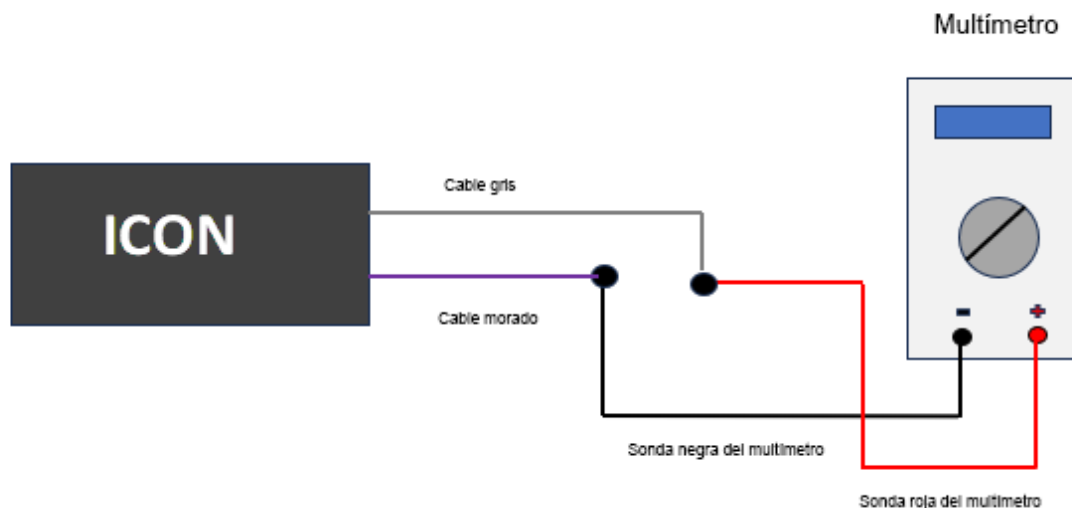

Fig.5 Diagrama de conexión
2. Monte el circuito de conexión de acuerdo con la «Fig. 5 Diagrama de conexión».